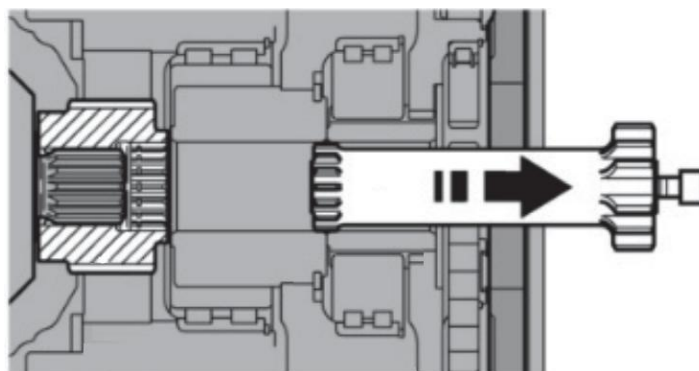

Рисунок 3.160. Демонтаж вала солнечной шестерни
► Извлечь шлицевой вал солнечной шестерни из бортового редуктора с помощью вкрученного вспомогательного винта М8х80, рис. 3.160.